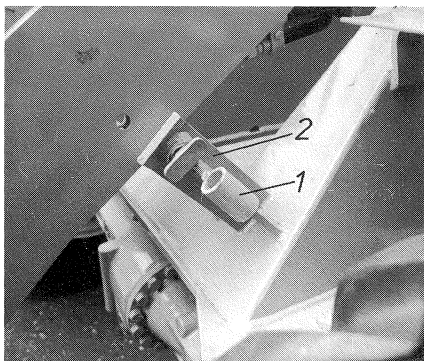

FIG. 9
- Retirer les deux boulons de sécurité de leurs emplacements de conservation (fig. 9/1), les insérer dans les supports (fig.9/2) et les bloquer par la goupille à ressort.